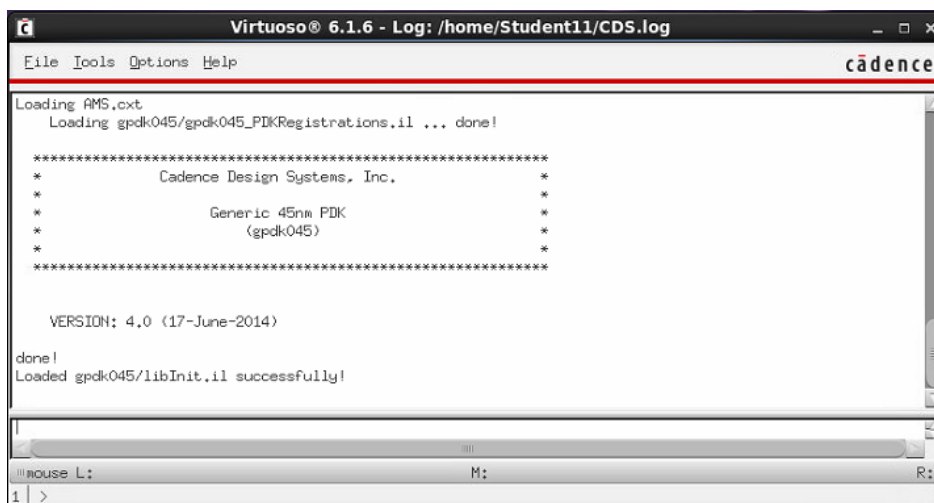

Рисунок 1.3 – Начальное окно Virtuoso
4. Изучить открывшееся окно (рисунок 1.3)